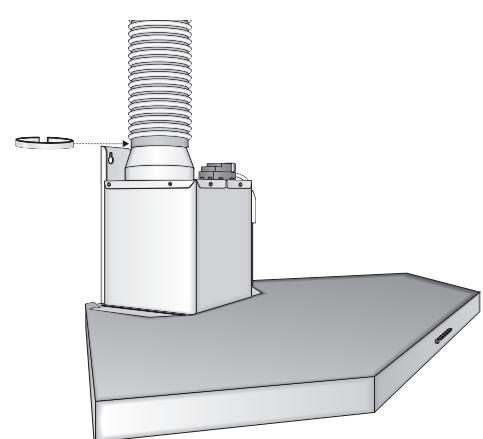

Fig. 9
• HOW TO POSITION THE UPPER STACK WALL CLAMP (**Fig.9**)